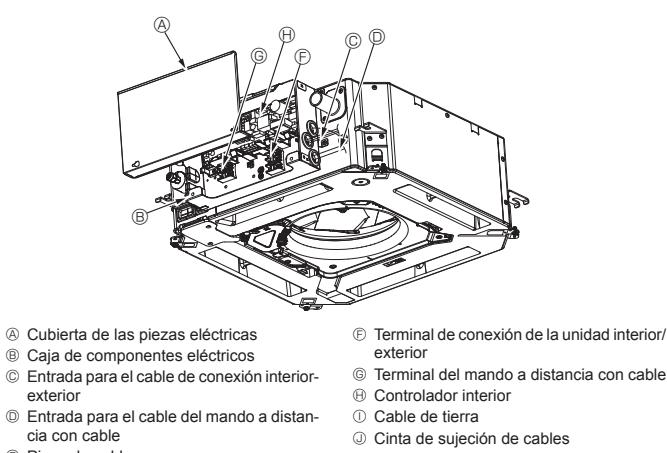

Fig. 7-3
7.2. Unidad interior (Fig. 7-3) (Fig. 7-4) (Fig. 7-5)